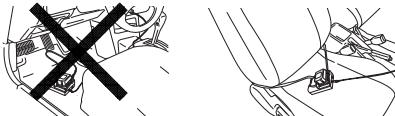

Fig. 16
- Fixer en place le chargeur de batterie dans le véhicule. Utiliser la courroie fournie avec le chargeur de batterie pour le fixer en place et éviter tout mouvement inopiné. (Voir la Fig. 16)